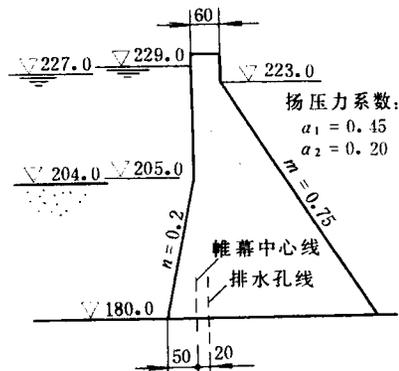

图 1-1-2 重力坝抗滑稳定及应力计算简图
2. 某山区混凝土重力坝为 IV 级建筑物，挡水坝河床坝段如图 1-1-2。